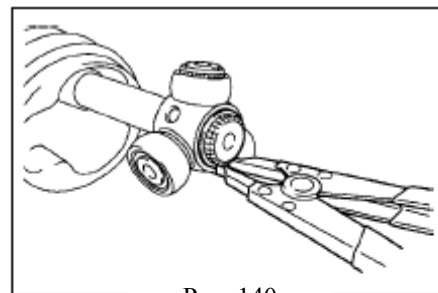

Рис. 140
- (4) С помощью инструмента для снятия стопорного кольца установите новое стопорное кольцо(рис. 140)
- (5) Нанесите смазку на трипод.